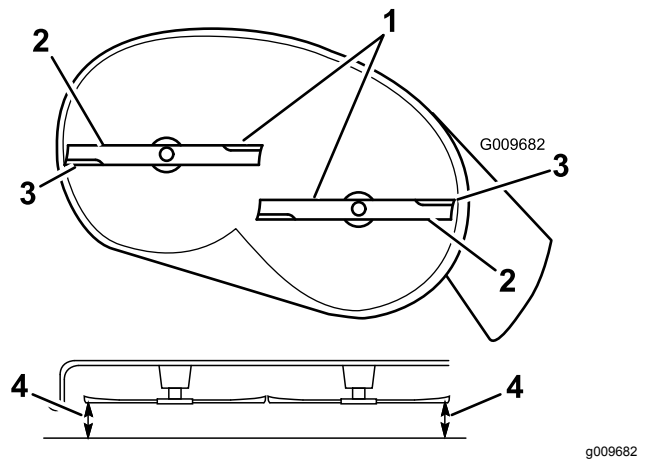

Figura 49
4. Gire cuidadosamente las cuchillas hasta que estén todas orientadas lateralmente (Figura 49).
5. Mida entre los bordes de corte exteriores y la superficie plana (Figura 49). Si hay una diferencia de más de 5 mm (3/16") entre ambas dimensiones, se requiere un ajuste; siga con este procedimiento.